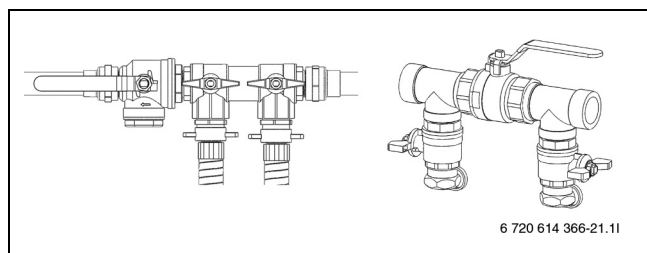

Bild 40 Påfyllnadssatser i normalläge
- ▶ Vrid ventilerna på påfyllnadssatsen till normalläge (→ Bild 40) och stäng av pumpen på påfyllnadsstationen.